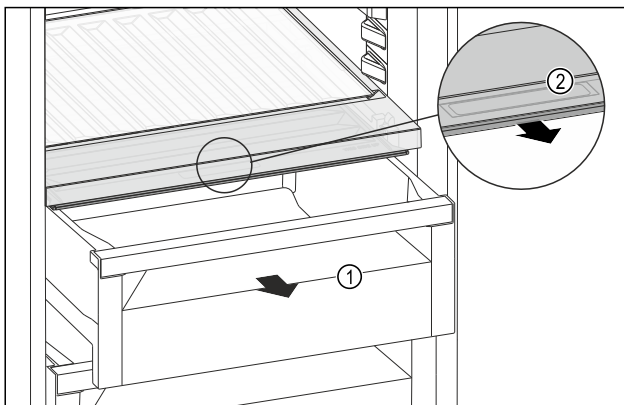

Fig. 122
- ▶ Extrageți sertarul Fig. 122 (1).
- ▶ Prindeți mânerul încastat Fig. 122 (2) de la capacul compartimentului și trageți concomitent capacul compartimentului spre partea frontală.